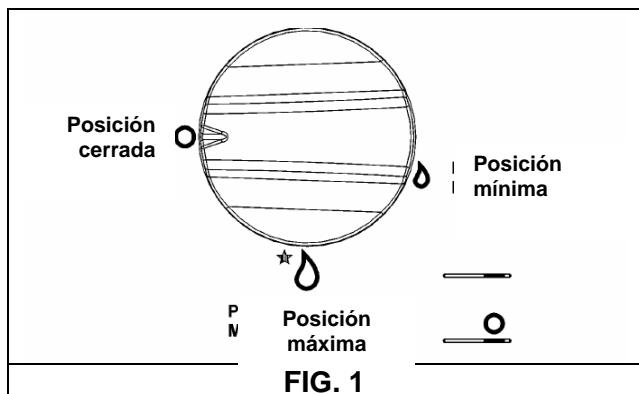

FIG. 1
Presionar y girar hacia la izquierda el mando correspondiente al quemador que se desea usar, colocarlo en la posición de máximo (llama grande fig. 1) y acercar un fósforo encendido al quemador.
Presionar y girar hacia la izquierda el mando correspondiente al quemador que se desea usar, colocarlo en la posición de máximo (llama grande fig. 1) y, luego, presionar el mando hasta el final.
Con los quemadores provistos de termopar de seguridad, se debe girar hacia la izquierda el mando correspondiente al quemador que se desea usar, colocarlo en la posición de máximo (llama grande fig. 1) hasta percibir un pequeño tope y seguidamente presionar el mando y repetir la operación indicada anteriormente.
- Una vez conseguida la ebullición, girar el mando a la posición de mínimo (llama pequeña fig. 1).
- El encendido de los quemadores dotados de termopar de seguridad puede ser efectuado sólo cuando el mando está en posición de máximo (llama grande fig.1).